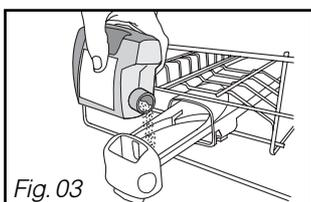

Fig. 03
• Pó ou líquido na gaveta do distribuidor (Fig 03)